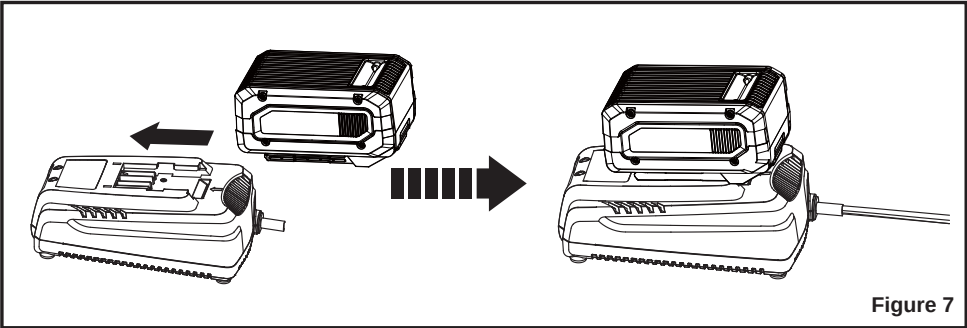

Figure 7
1. Alignez la fente du bloc-batterie sur le rail du chargeur. Faites glisser la batterie sur le rail jusqu'à ce qu'elle s'enclenche (Figure 7).